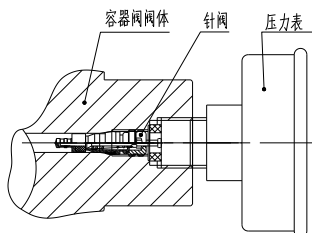

图 5 压力表及关联结构示意图
1.2.4 压力表接口内设置了单向针阀，当压力表失准或需校验而拧下更换时，阀门会自动关闭而灭火剂不会外泄；重新装上压力表时又会压下顶杆，开启阀门。压力表即可显示瓶组内部压力，因此可在运输途中将压力表卸下及现场更换压力表。见下图 5。